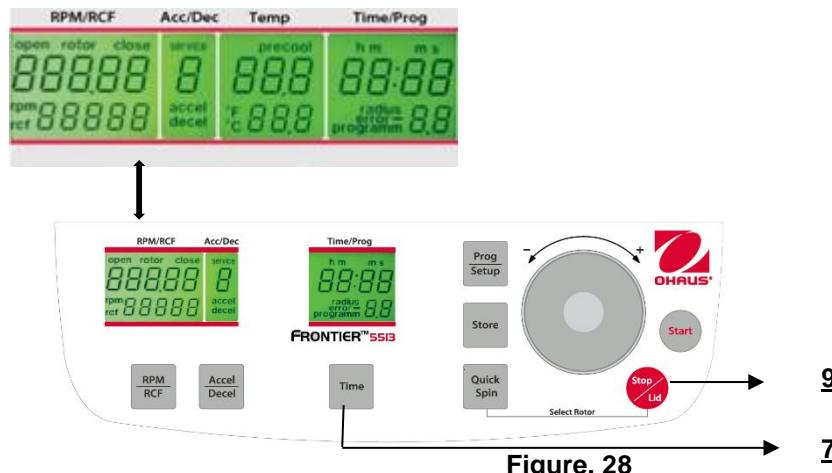

Figure. 28
La centrifugeuse étant hors tension, appuyer simultanément sur les touches **"Time"**(7) et **"Stop/Lid"** (9), et mettre la centrifugeuse sous tension avec le commutateur principal. Relâcher les deux touches ; il en résultera l'exécution d'un test de l'affichage pendant environ 5 secondes. Tous les indicateurs apparaîtront simultanément (voir la figure 28).